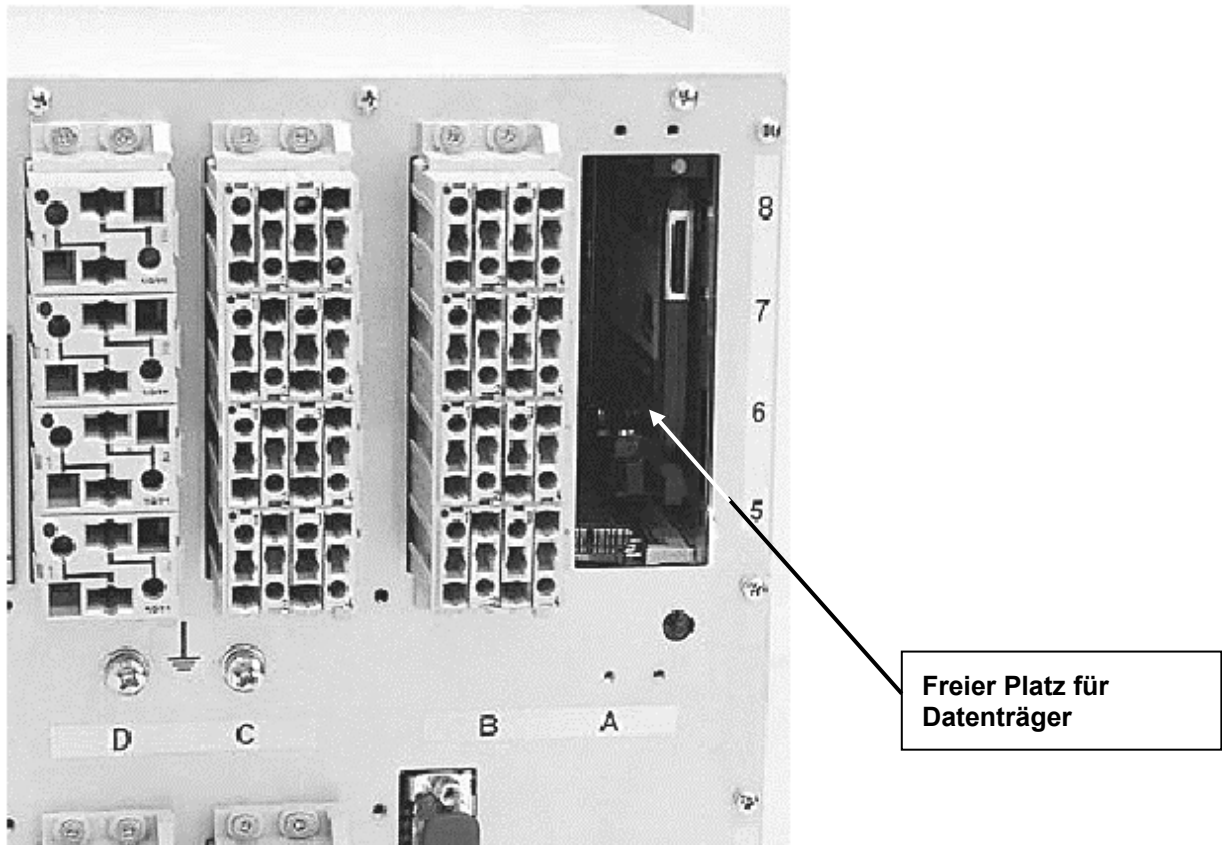

Abbildung 1: Datenträgereinbau (1)
1. Entfernen Sie die Abdeckplatte im Bereich A5-A7 auf der Rückseite des SIMEAS R, indem Sie die 4 Schrauben lösen (siehe Abbildung 1).
Abbildung 1 zeigt den freien Einbauplatz.